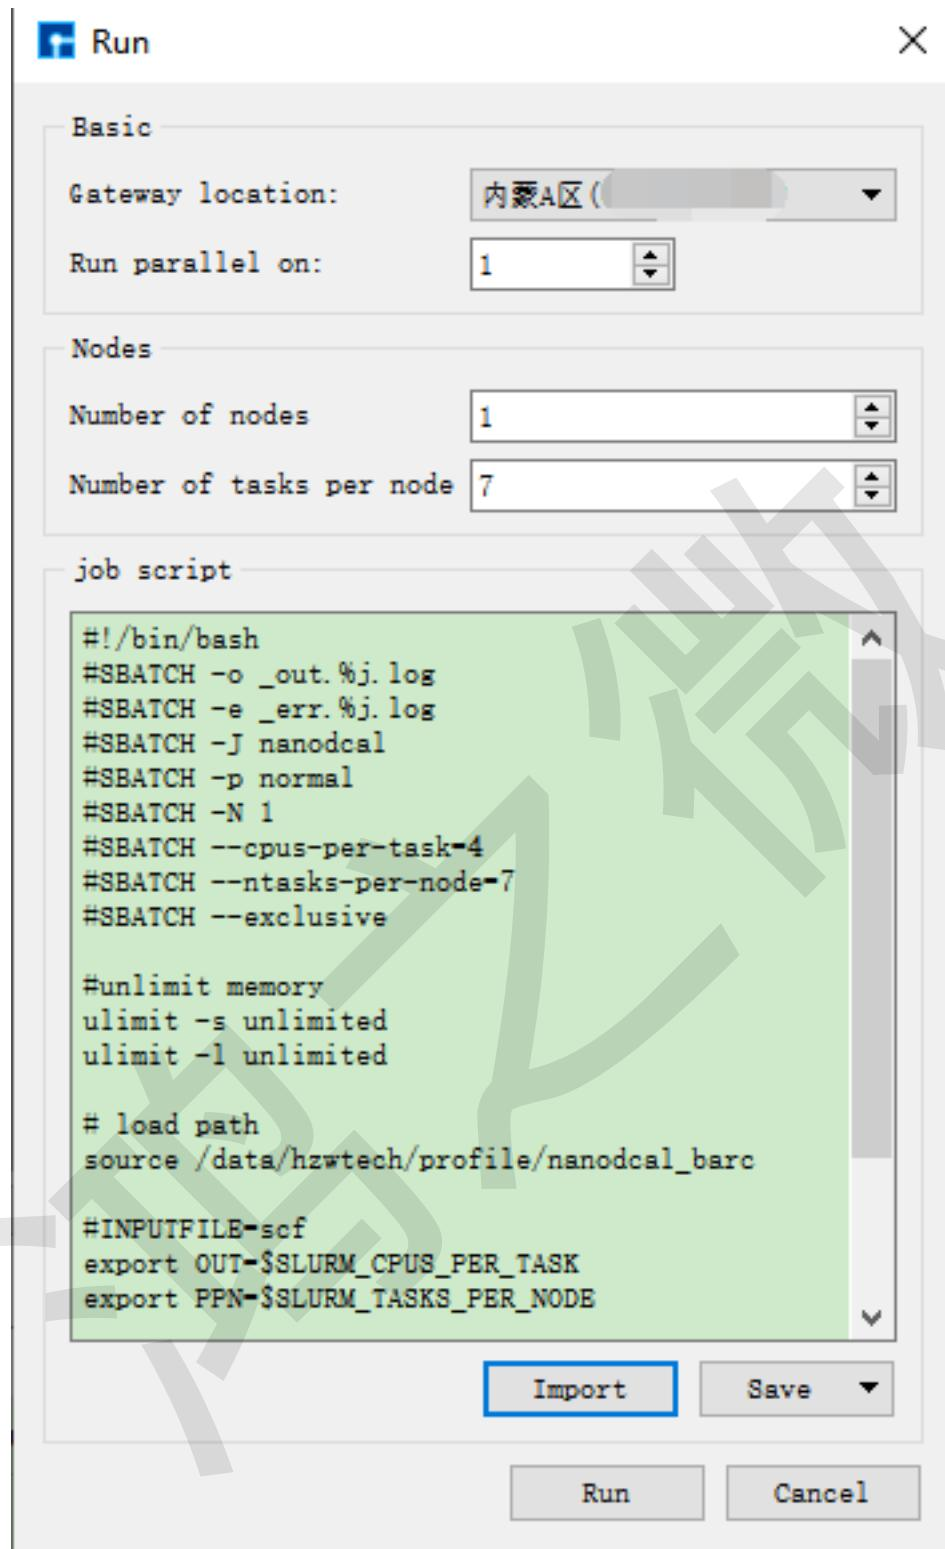

图 10.11: Run 界面
(3) 在 Device Studio 的 Project Explorer 区域选中 scf.input → 右击 → Run，弹出 Run 界面如 图 10.11 所示。根据计算需要设置参数后点击 Save 按钮保存相应的脚本，之后点击如 图 10.11 所示界面中的 Run 按钮则可做 Benzene 分子的自洽计算。用户可在 Job
- (3) 在 Device Studio 的 Project Explorer 区域选中 EigenStates.input → 右击 → *Run*，弹出 Run 界面如 图 10.11 所示。根据计算需要设置参数后点击 *Save* 按钮保存相应的脚本，点击界面中的 *Run* 按钮则可做 Benzene 分子的本征态计算，计算完成后下载本征态计算结果文件 EigenStates.dsfs。